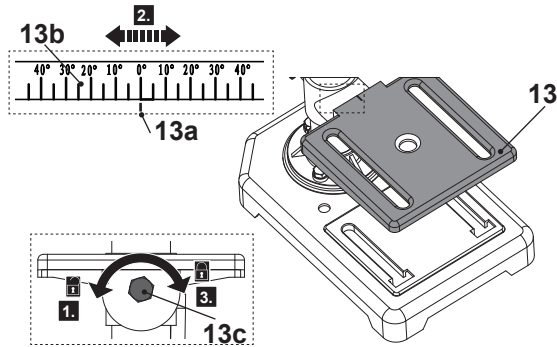

Fig. 12
1. Afloje ligeramente el tornillo hexagonal (13c) situado debajo de la mesa de perforación (13) en sentido contrario a las agujas del reloj con una llave adecuada (tamaño 18 mm) (Fig. 12, paso 1).
2. Inclíne la mesa de perforación (13) hasta que la línea del puntero (13a) se alinee con el ángulo deseado en la escala de ángulos (13b) (Fig. 12, paso 2).
3. A continuación, apriete el tornillo hexagonal (13c) en el sentido de las agujas del reloj (Fig. 12, paso 3).